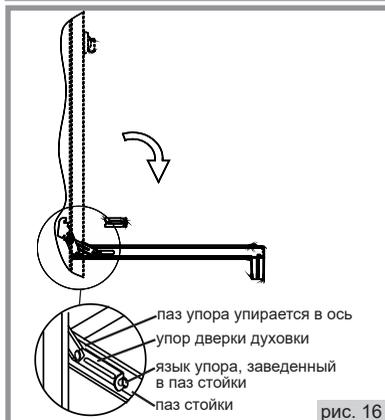

рис. 16
1. Откинуть дверцу в горизонтальное положение. Ввести в пазы, предусмотренные слева и справа в стойках дверцы, два упора дверцы (рис. 16);